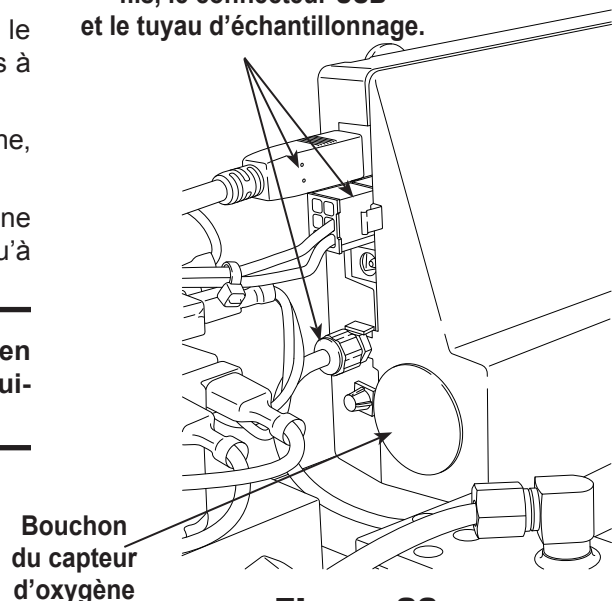

Figure 23
3. Déconnectez le faisceau de fils, le connecteur USB et le tuyau d'échantillonnage de l'identificateur. Reportez-vous à la Figure 23.